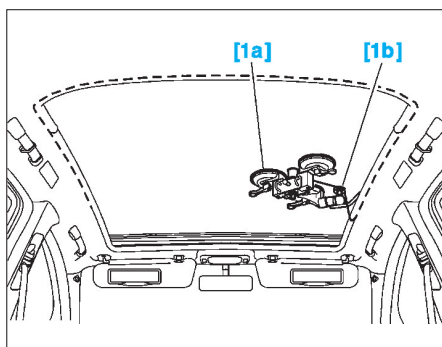

FIG. 81
- Faire passer l'alène [1c] à travers le cordon de colle, de l'intérieur vers l'extérieur, au niveau de la fixation droite de la barre de toit droite (Fig.81).